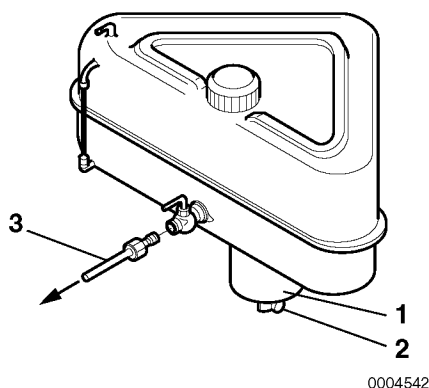

Figure 1
1. Sett en gryte under tappekranen (**Figure 1, (2)**) for å ta i mot drivstoffet.